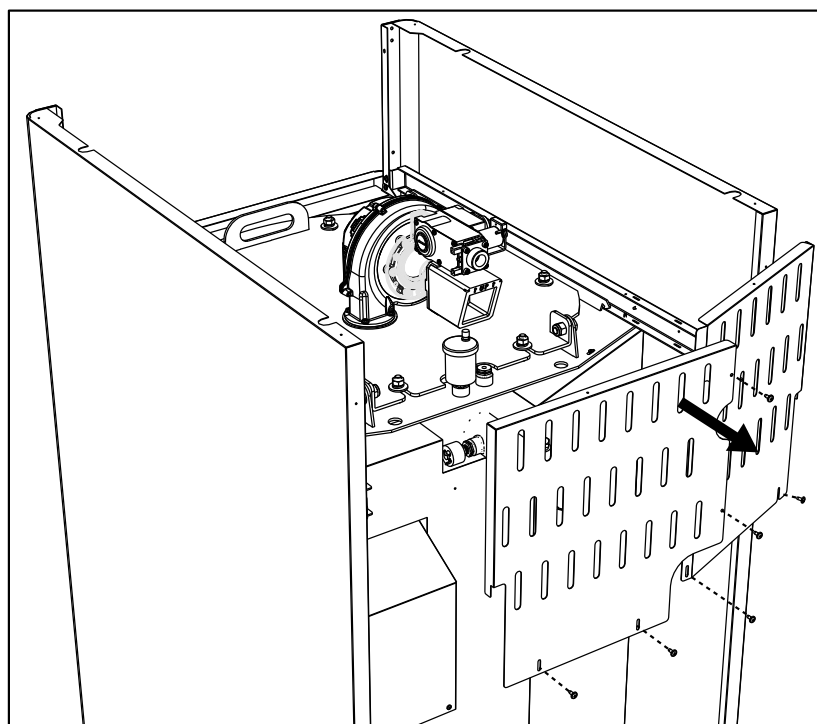

fig. 69
- Togliere i pannelli posteriori (fig. 69).